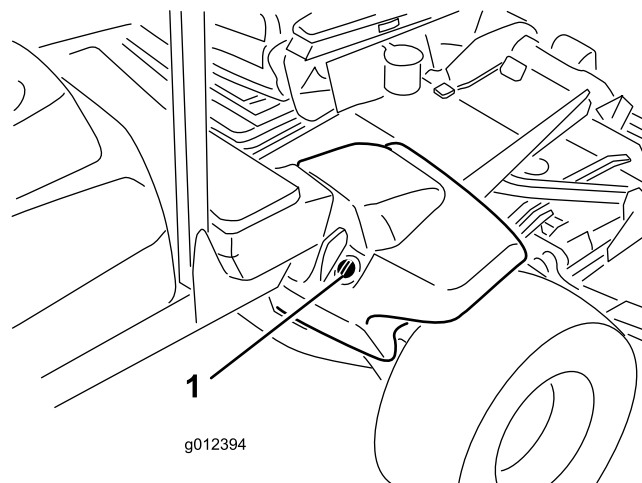

Figure 18
2. Nettoyez la surface autour du goulot et du bouchon de remplissage du réservoir hydraulique (Figure 18). Enlevez le bouchon du goulot de remplissage